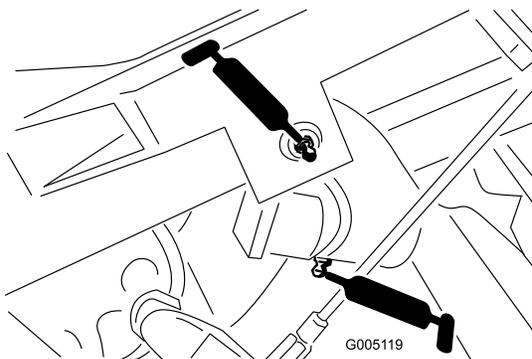

Рисунок 31
- Ось поворота подъемного рычага (3 шт.) и шарнир оси поворота (3 шт.) (Рисунок 31)